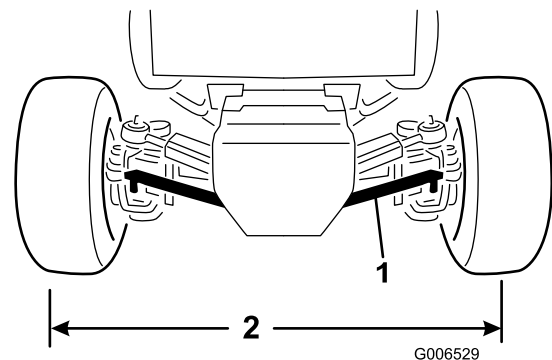

図 68
1. タイロッドのボールジョイントのつをアクスルのブラケットに固定しているコッターピンとキャスルナットを外してボールジョイントをアクスルから外す 図 68。
3. 右タイヤの中心線からと左タイヤの中心線までの距離が、タイヤの前後で等しくなるように、タイロッドのボールジョイントを内側または外側に回して調整する 図 68。